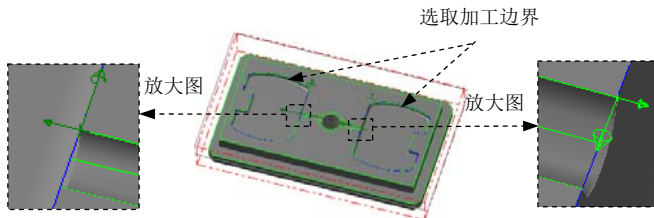

图 20.47 选取加工边界
Step1. 选择下拉菜单 **刀具路径(T)** **外形铣削... (C)...** 命令，系统弹出“串连选项”对话框。
Step2. 设置加工区域。在图形区中选取图 20.47 所示的边线，系统自动选取图 20.47 所示的边链。单击 按钮，完成加工区域的设置，同时系统弹出“2D 刀具路径-外形铣削”对话框。